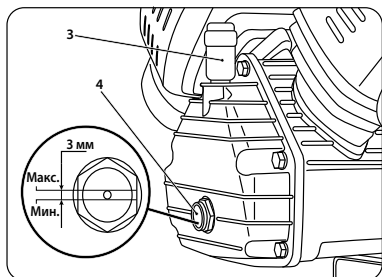

рис. 6
Открутите пробку картера (3) (рис. 6) и заправьте масло до максимального уровня (до красной отметки) в смотровом окне (4) (рис. 6).
После заправки масла установите сапун (3) (рис. 6).